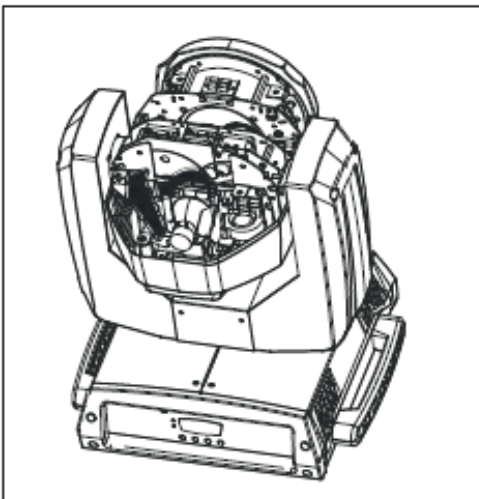

Figura 3
3. Estrarre la lampada dalla sede come in Figura 3.